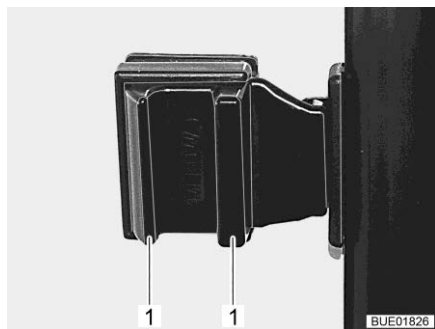

Fig. 100 Finestra scorrevole con bloccaggio a pressione
- Premere le maniglie (Fig. 100,1) e mantenerle premute.